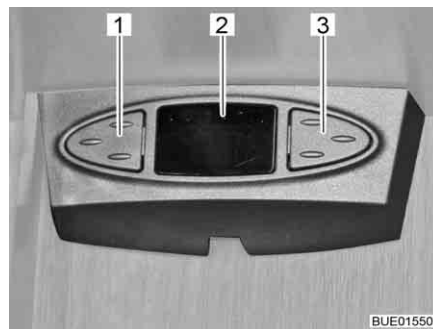

Fig. 39 Ratón satélite
Según el modelo, la instalación de antena parabólica estará equipada con un ratón satélite. La visualización (Fig. 39,2) del ratón satélite indicará el canal ajustado. Con las dos teclas se pueden manejar las funciones básicas de la instalación de antena parabólica (cambiar de programa, conectar/desconectar).
- Seleccionar el programa anterior de la lista de programas: Pulsar la tecla izquierda (Fig. 39,1).
- Seleccionar el programa siguiente de la lista de programas: Pulsar la tecla derecha (Fig. 39,3).
- Cambiar de radio a televisión y viceversa: Pulsar las teclas (Fig. 39,1 y Fig. 39,3) brevemente al mismo tiempo.
- Conectar/desconectar el receptor: Pulsar las teclas (Fig. 39,1 y Fig. 39,3) al mismo tiempo y mantenerlas pulsadas.